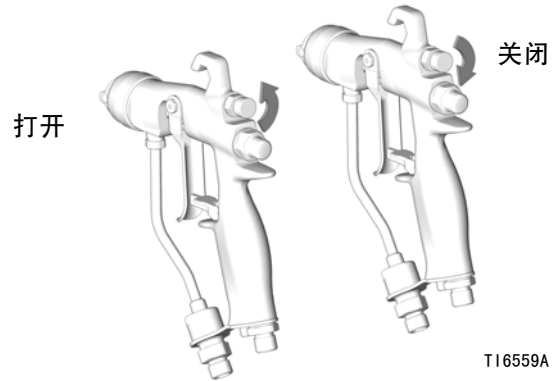

图 13
4. 将旋钮顺时针转到头（旋入），关闭喷型调节空气。见图 13。这样，喷枪便调到了最宽的喷型。
如需较窄的喷型，逆时针转动喷型调节阀旋钮（旋出），见图 13。如果喷型仍不够窄，稍微增加喷枪的供气压力或采用其他尺寸的喷嘴（不适用 RAC 喷嘴喷枪）。